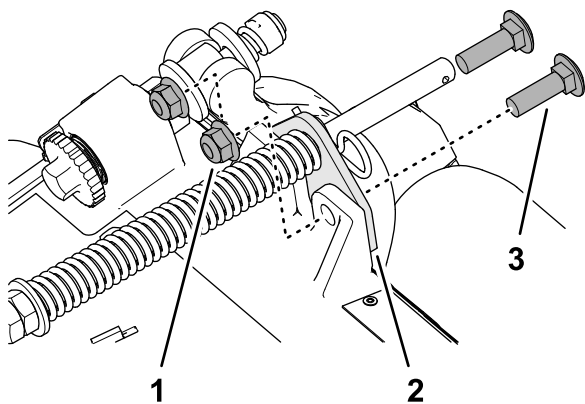

Figura 17
2. Îndepărtați cele 2 contrapiuliile cu guler ($\frac{3}{8}$ ") și cele 2 uruburi de fixare ($\frac{3}{8}$ " x $1\frac{1}{4}$ ") care fixează suportul de compensare pentru gazon pe cadrul unității de tăiere (Figura 17).